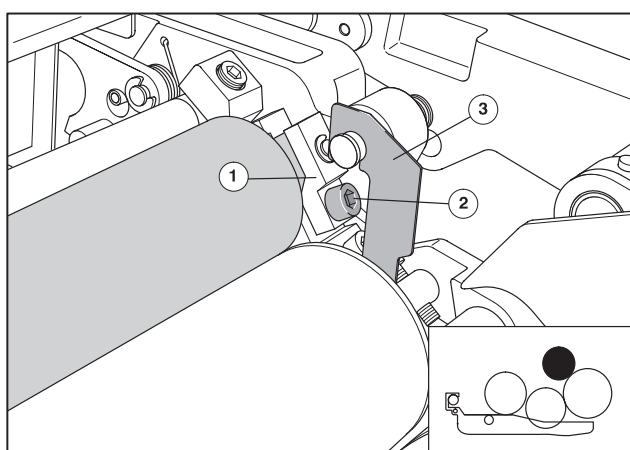

Рис. 16 Установка увлажняющего растирочного валика
- 3 Положите крышку (Рис. 16/①) над осью и закрепите ее винтами с внутренним шестигранником (Рис. 16/②) на опорах.
- 4 Снова установите уплотнители (Рис. 16/③).